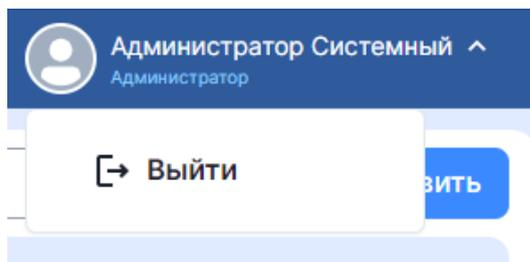

Рис. 2. Информация о пользователе
- 1) Нажать на область информации о пользователе, отобразиться форма с кнопкой “Выйти (рис. 2)”;